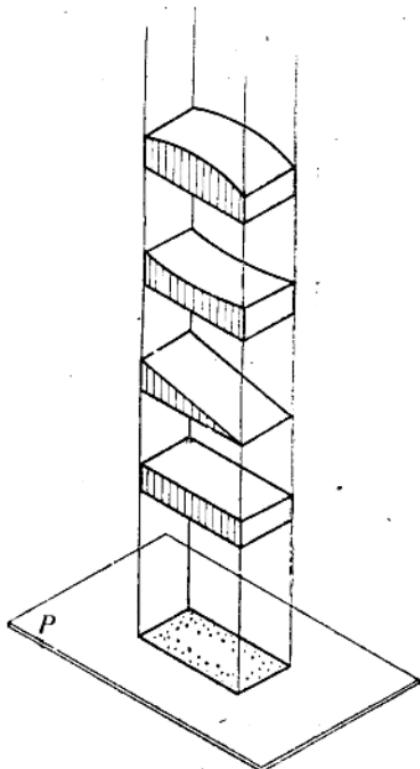

图 3-5 体的投影
(4) 体的投影。体是由三度空间构成的，具有长度、宽度和高度。一个个体的投影上用一个投影面是不能表达清楚的，而且还会出现不同形状的物体其投影却相同的情况，见图3-5。